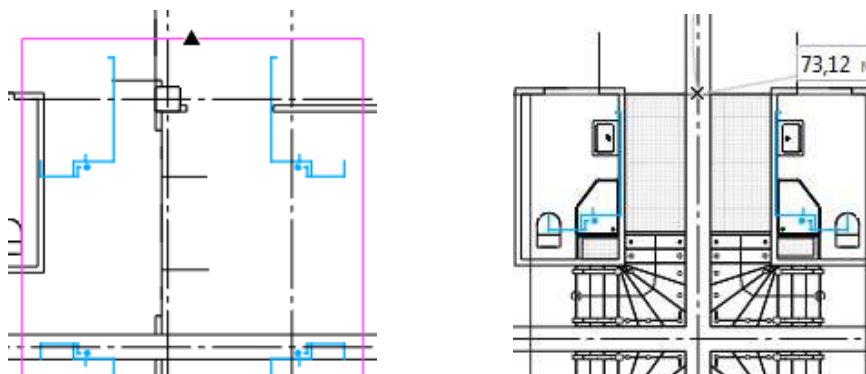

Рисунок 9.1 – Перемещение сети
14. Переместите указатель мыши на верхнюю границу рамки выделения чтобы отобразить точку привязки. Щёлкните левой кнопкой мыши и переместите вид на **ось 5**, рис. 9.1